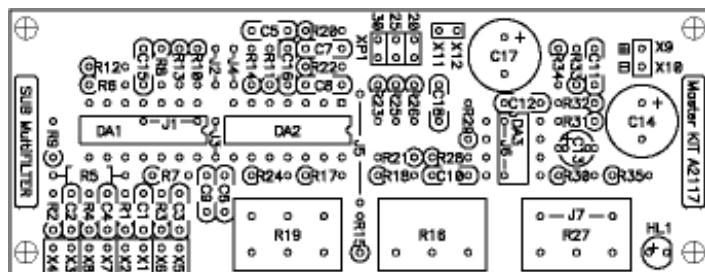

Рис.3 Монтажная схема
3. Установите все детали согласно **рис.3** в следующей последовательности: сначала проволочные перемычки J1...J7, все малогабаритные, а затем остальные элементы.